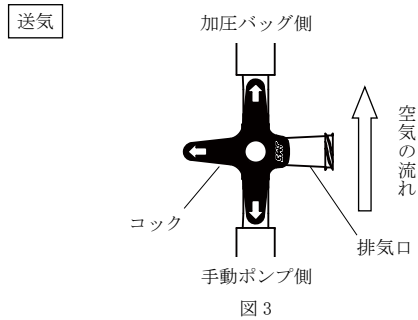

図3
4. 三方活栓のコックを図3のように合わせ、排気口を閉じる。